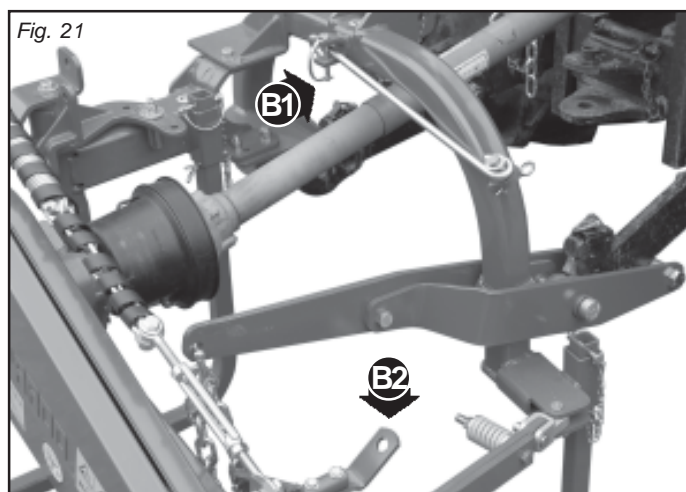

Fig. 21
- Den Sicherheitshaken (B1, Abb. 21) herausziehen und in der Stelle einstecken. Der Sicherheitshaken dient nur für den Transport; beim Mähen muss er immer gelöst werden.